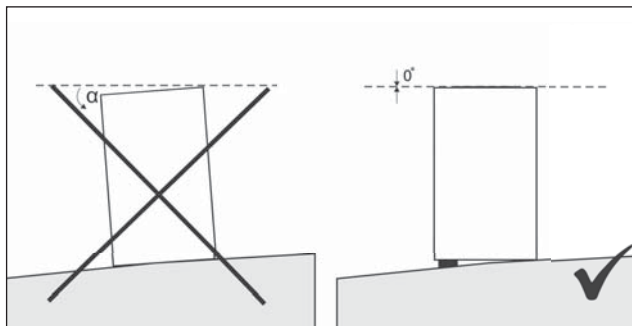

Рис. 9.8
- Чиллер должен быть установлен строго горизонтально. Допустимый уклон составляет не более 3 мм на 1 м (Рис. 9.8);